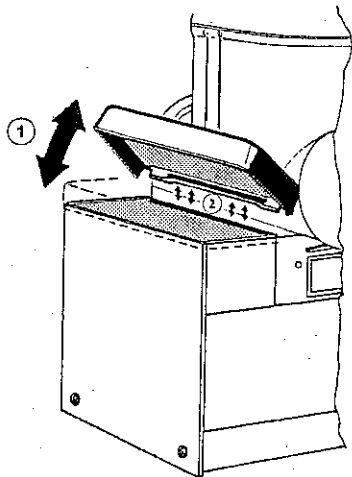

Fig. 6
2. Model FBM 1P: Tag sidebakken af ved at løfte dens udvendige side op og af kroge på den modsatte side (se fig. 6).
8. På model FBM IP monteres sidebakken i omvendt rækkefølge af det i pkt. 5.3.1.2 beskrevne (se fig. 6).